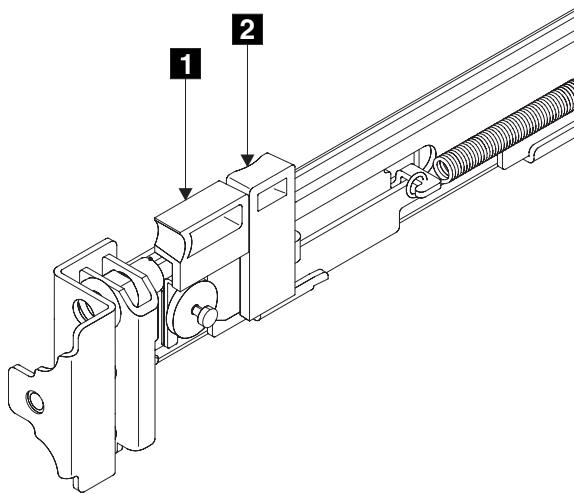

図 113. ラッチ・ロック・キャリアを引っ込める
2. ラッチ・レバー **1** (図 113) の側面に人差し指を置き、親指をラッチ・ロック **2** の正面に置きます。